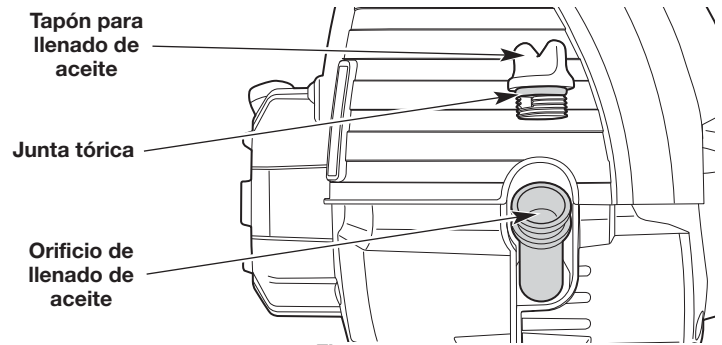

Fig. 11
4. Desenrosque el tapón de llenado de aceite (Fig. 11).
5. Vierta todo el contenido de la botella dentro del orificio de llenado de aceite (Fig. 11). **NO** llene el depósito en exceso. Consulte *Control del nivel de aceite*.
NOTA: Compruebe que la junta tórica esté en su lugar en el tapón de llenado de aceite (Fig. 11).